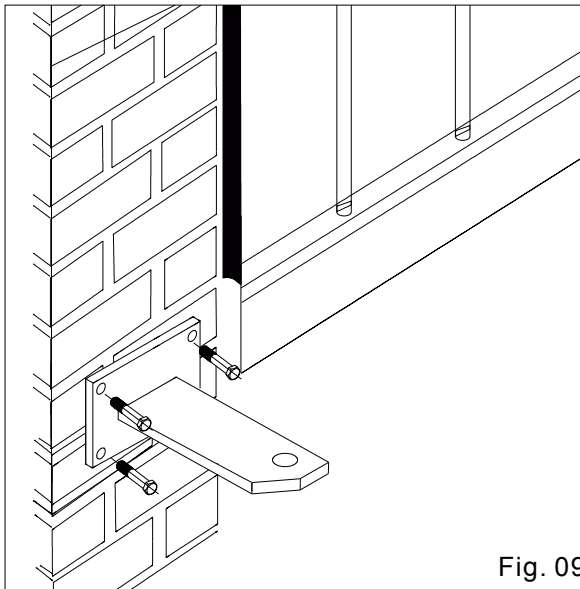
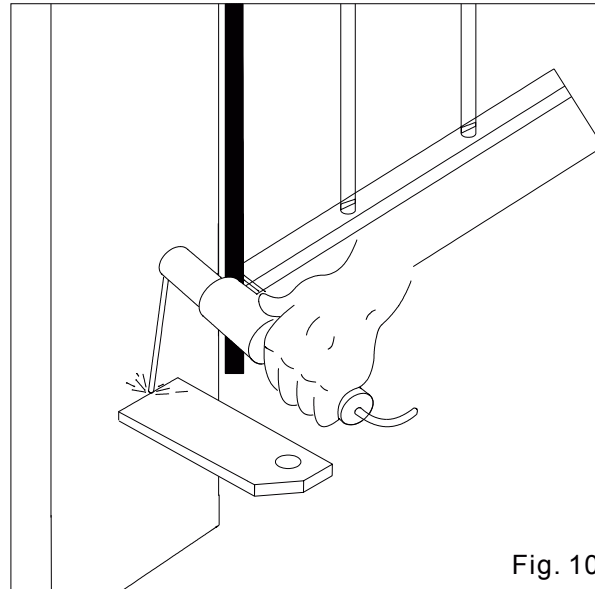

Fig. 09
Fig. 10
1) Asegure la placa a la columna en la posicion estipulada. En Si el pilar es de metal, se puede soldar la placa para mismo (Fig. 10). En el caso de albañileria, los agujeros de perforacion en el pilar de y asegurar la placa (Fig.09). En el archivo adjunto, consulte con un nivel, si la placa es horizontal.